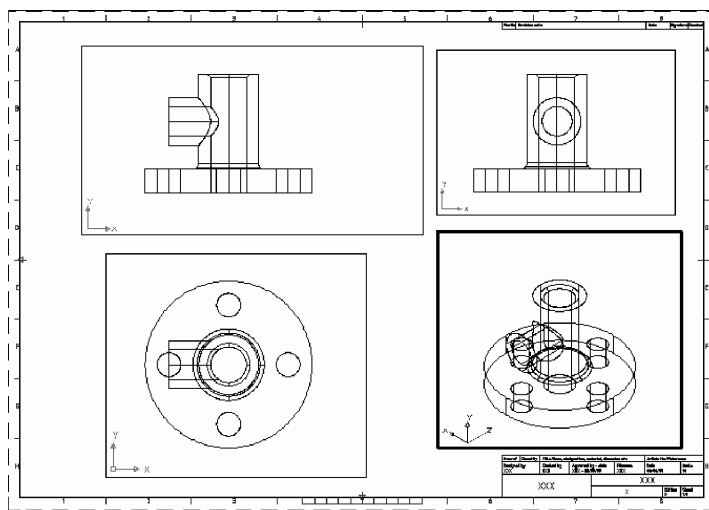

Fig. 10.42 Plasarea proiecției axonometrice
- Prin comanda **Mview**, se creează o proiecție axonometrică izometrică – vezi Fig. 10.42.